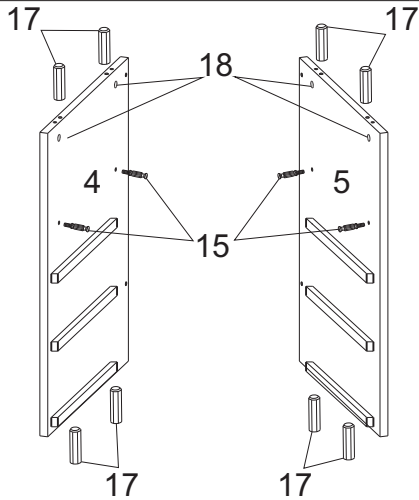

Рис.2
- Вкрутите дюбели-саморезы 15 в отверстия на деталях 1,2,4,5. (рис.2,5,6)
- Вставьте эксцентрики 18 в отверстия на деталях 2,3,4,5,8 стрелками к торцевым отверстиям. (рис.2,3,5)
- Вбейте шканты 17 в торцевые отверстия на деталях 2,4,5,6. (рис.2,4,5)
- Приверните направляющие 26 к деталям 4,5 евроинтами 21. (рис.2)